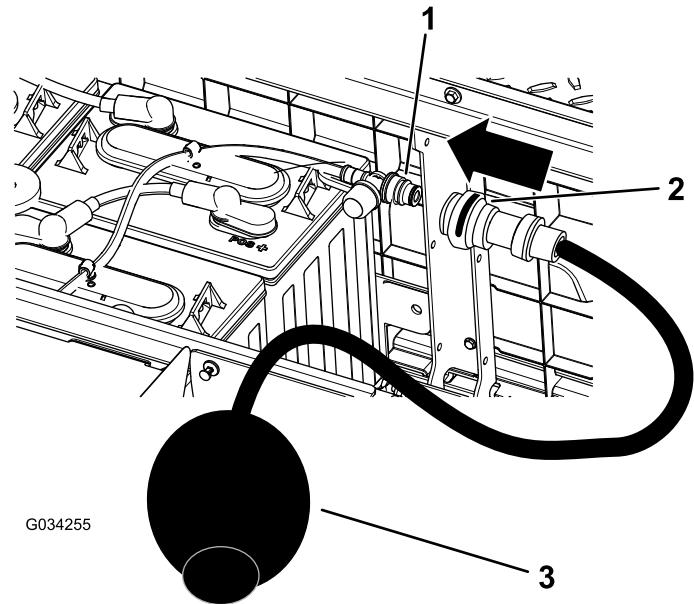

Рисунок 38
- Подсоедините ручной водяной насос Того к отверстию для заливки воды (Рисунок 38).